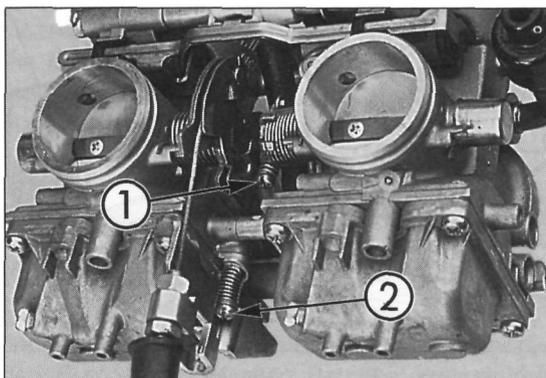

Bild 16
- Durch Drehen der Abgleich- bzw. Synchronisierschraube (Bild 16), beide Vergaser auf gleichen Unterdruckwert einstellen.
- Abschliessend Schraubenverschlüsse (gegebenenfalls mit neuen Dichtscheiben) am Einlass-Stutzen wieder anbringen und Leerlaufdrehzahl kontrollieren. Leerlaufdrehzahl durch Drehen der Anschlagsschraube (Bild 16) auf 1200 - 1300/min einstellen.